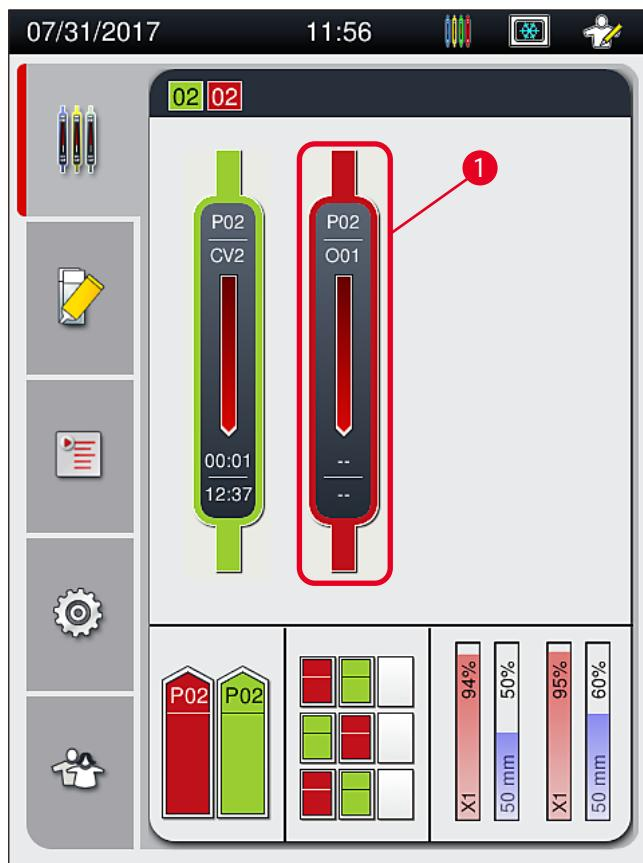
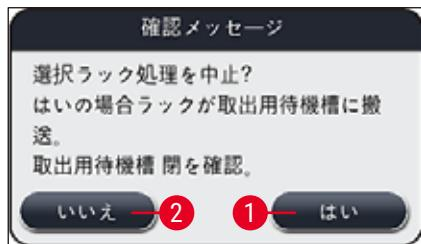

図 78
図80
① 封入処理のキャンセルは、プロセステータス表示画面からのみ行うことができます（→ 図 78）。
ラック処理中止（→図79-1）ボタンを押すと、情報メッセージが表示されます（→図80）。中止を確定するには、はい（→図80-1）を押します。いいえ（→図80-2）を押すと、プロセスステータス表示画面（→図78）に戻ります。